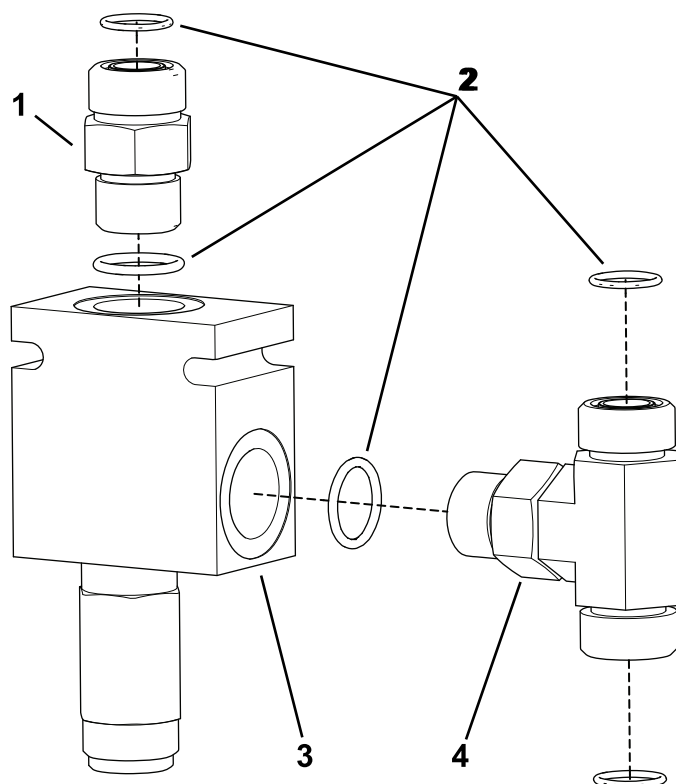

Figura 9
- Montate il raccordo dell'adattatore (5/8 x 5/8 poll., maschio) e il raccordo dell'adattatore a T (5/8 poll., maschio) sul gruppo del collettore sinistro, come illustrato nella Figura 9.